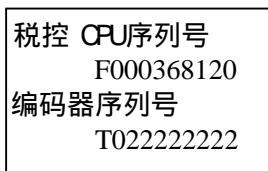

图 6-3-5 加油机查询结果
- (5) 数据采集器向加油机发送 “查询序列号” 命令，查询监控微处理器序列号和编码器序列号。
- (6) 数据采集器显示从加油机返回的查询结果 (图 6-3-5)。
- (7) 按 “确认” 键，数据采集器从加油机获取加油枪的防作弊状态。如果加油枪为新版本防作弊系统 (支持计量启动防作弊的功能)，数据采集器显示加油枪的防作弊状